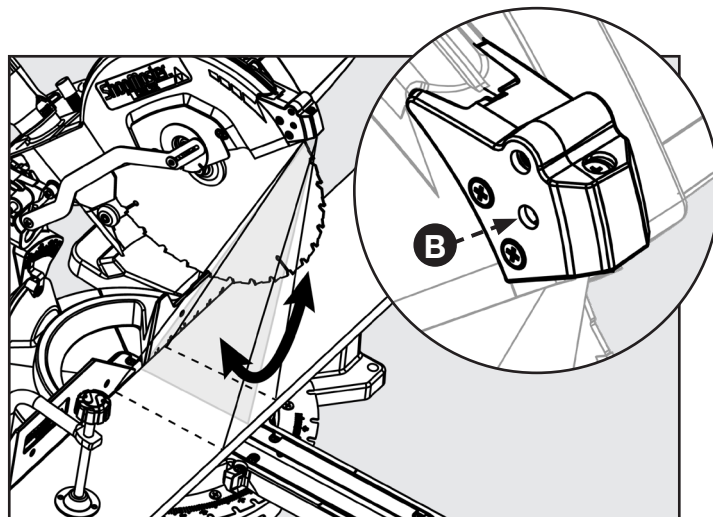

FIGURE 28
Consultez la figure 28 et suivez les instructions suivantes si vous remarquez que la ligne du laser ne demeure pas parallèle avec la lame lorsque la tête de la scie est baissée pour effectuer une coupe : tournez la vis (B) avec un tournevis à tête cruciforme pour ajuster l'angle vertical du laser.